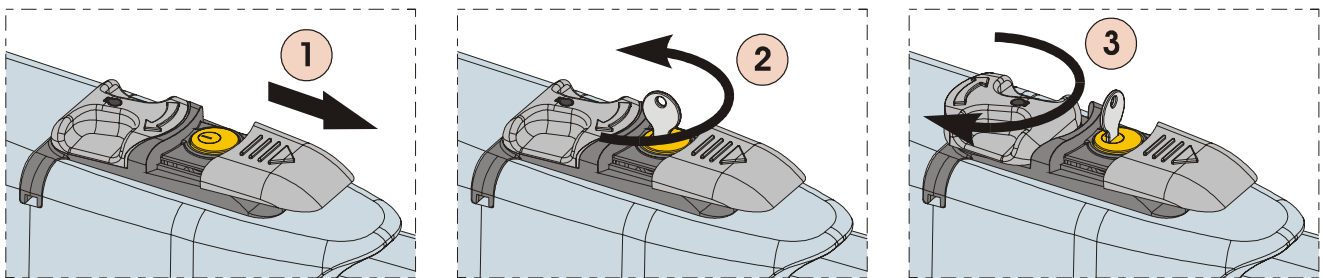

Fig. 21
- 2) Schuif het beschermdeskel weg, fig. 21/1.
- 3) Steek de sleutel erin en draai hem 90°, fig. 21/ 2.
- 4) Om de aandrijving te ontgrendelen draait u de bedieningshendel 180° in de richting van de pijl op het ontgrendelsysteem, fig. 21/ 3.